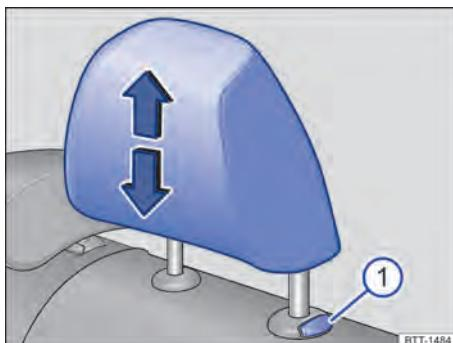
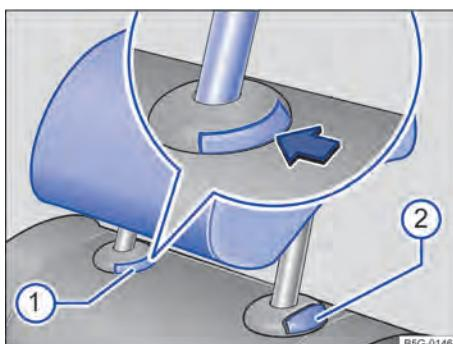

Fig. 68 Assentos traseiros laterais: remover o apoio para cabeça.
Fig. 69 Assento traseiro central: remover o apoio para cabeça.
- Remover totalmente o apoio para cabeça ao pressionar o botão → Fig. 68 ① ou → Fig. 69 ①.
- Empurrar para baixo o apoio para cabeça ao pressionar o botão → Fig. 68 ① ou → Fig. 69 ①.